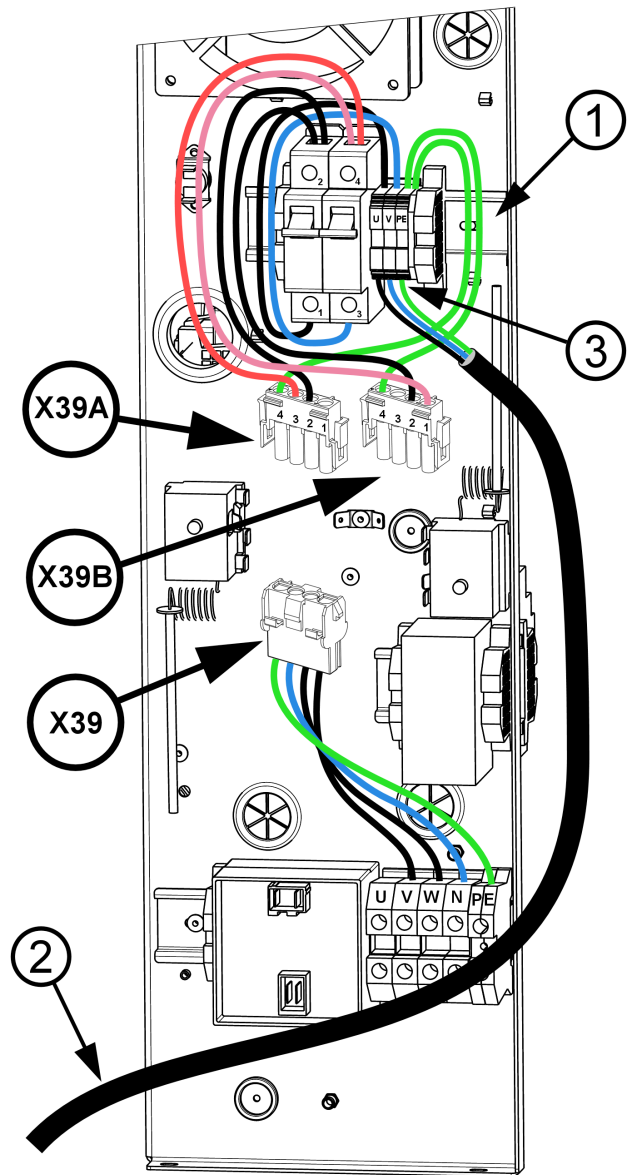

Figure 13 : Raccordement du kit hotte 0610
Vissez le rail DIN avec le fusible et les bornes du kit de la hotte (1) à l'arrière du tableau électrique dans les ouvertures prévues à l'aide des boulons M4x10, des patins et des écrous (fournis dans le kit) (voir fig. 13).
Raccordez les fils individuels du câble électrique de la hotte (2) par le dessous (3) aux bornes U, V et PE du kit de la hotte (voir fig. 13).